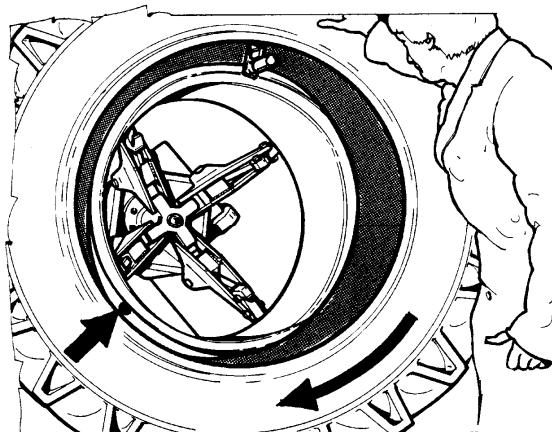

Fig.50
3. Positionner le crochet comme le montre la Fig.50. L'extrémité du crochet doit être à une distance de 2-3 cm (1") environ du bord de la jante et de 2-3 cm (1") de l'extérieur.